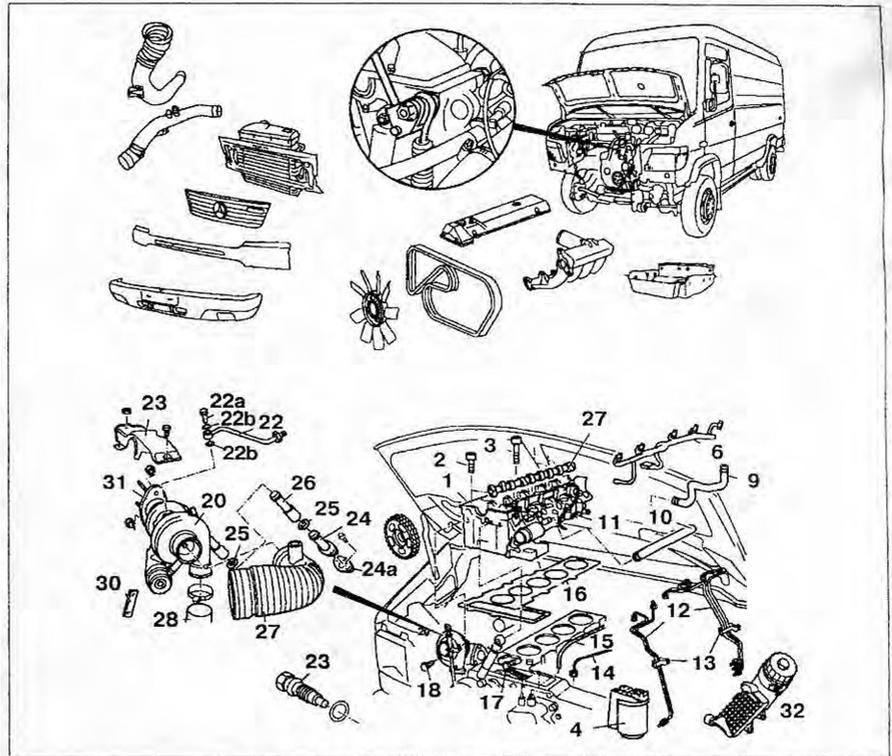

Рис. 2.12. Головка блока цилиндров:
3. Снимите фиксаторы 13 топливopроводов (рис. 2.12).